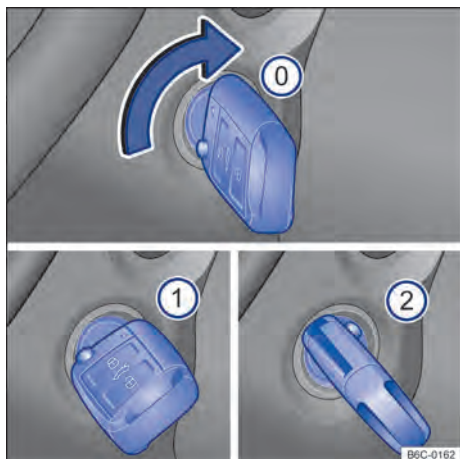

Fig. 82 Ao lado do volante, à direita: posições da chave do veículo no cilindro da ignição.
Posições da chave do veículo → **Fig. 82**
- ① Ignição desligada. A chave do veículo pode ser retirada.
- ② Ignição ligada.
- ③ Pisar no pedal do freio (*veículos com transmissão automática*), ou no pedal da embreagem (*veículos com transmissão manual*) e ligar o motor. Quando o motor pegar, soltar a chave da ignição. Ao soltar, a chave do veículo retorna à posição → **Fig. 82** ①.
- *Veículos com cilindro da ignição:* girar a chave do veículo na posição → Fig. 82 ①. A ignição está ligada. Nesse instante a luz de controle do sistema de partida aquecida  irá se acender no instrumento combinado. Aguardar que a luz de controle  se apague indicando o término do aquecimento do combustível (esta ação poderá ser necessária em condições de partida com o motor frio).
- *Veículos com cilindro da ignição:* girar a chave do veículo no cilindro da ignição para a posição → Fig. 82 ② - não acelerar. Quando o motor começar a funcionar, soltar a chave do veículo no cilindro da ignição.
- *Veículos com cilindro da ignição:* girar a chave do veículo no cilindro da ignição na posição → Fig. 82 .